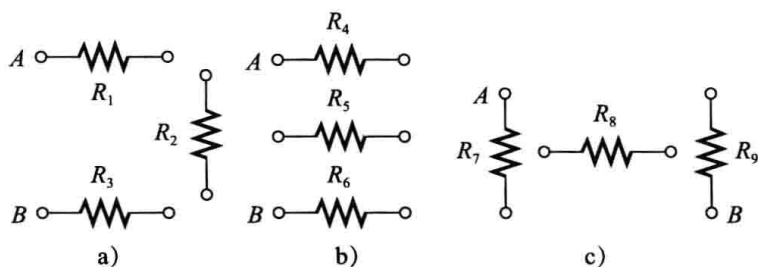

图 4-6
3. 对图 4-6 中的每个电路, 把电阻器依照数字编号从 A 点串联到 B 点, 画出完整电路图。
4. 把图 4-6 中每一组串联电阻器再彼此串联起来。